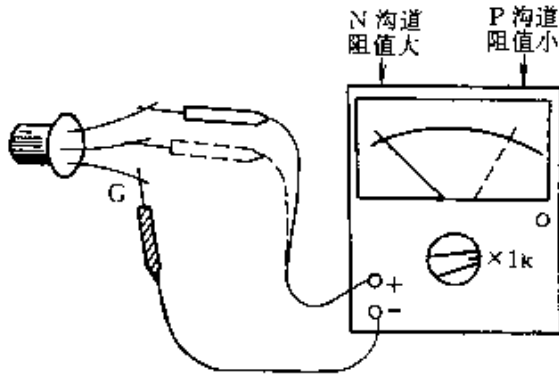

图 2-242
② 区分 N 沟道和 P 沟道场效应管:如图 2-242 所示,将万用表黑表笔接栅极 G,红表笔分别接另外两管脚,如果测得两个电阻值均很大,则为 N 沟道场效应管。如果测得两个电阻值均很小,则为 P 沟道场效应管。如果测量结果不符合以上情况,则该场效应管已坏或性能不良。